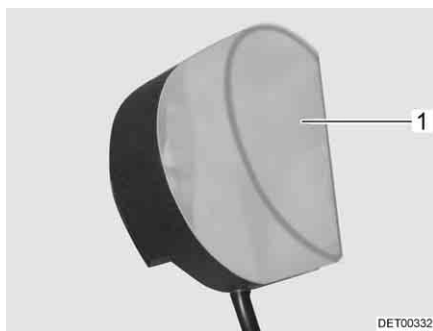

Fig. 191 Lámpara del armario ropero
- Comprimir ligeramente la cubierta de la luz (Fig. 191,1) y retirarla.